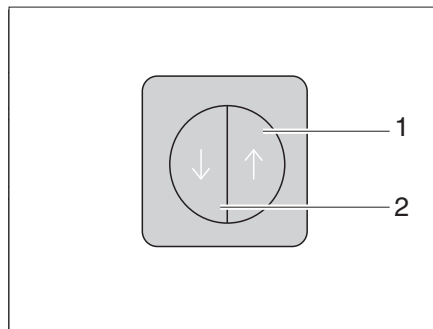

Fig. 102 Interruptor para bloqueo central de la línea de servicio de cocina
La línea de servicio de cocina está equipada con un bloqueo central. Las trampillas y los cajones del bloque de cocina se pueden bloquear y desbloquear manualmente con el interruptor (Fig. 102).
- Pulsar el interruptor (Fig. 102,2). Las trampillas y los cajones del bloque de cocina están bloqueados.
- Pulsar el interruptor (Fig. 102,1). Las trampillas y los cajones del bloque de cocina están desbloqueados.